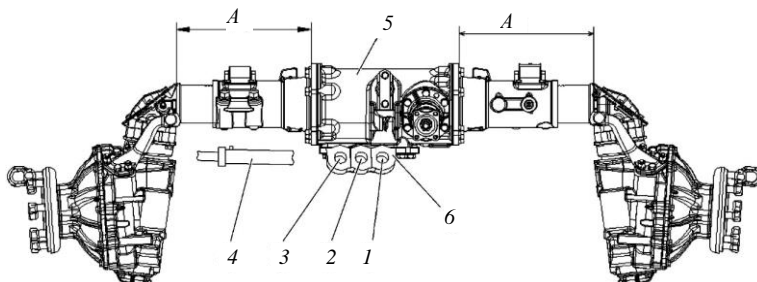

Рис. 6.14. Схема переднего моста трактора с коническими колесными редукторами: 1, 2, 3 – отверстия для крепления цилиндра; 4 – цилиндр; 5 – ПВМ; 6 – кронштейн
**Формирование колеи передних колес тракторов, оборудованных ПВМ с коническими колесными редукторами.** Колея тракторов, оборудованных ПВМ с коническими колесными редукторами и ГОРУ, изменяется ступенчато (рис. 6.14), в зависимости от величины выдвижения колесных редукторов (размер «А») и от отверстия крепления цилиндра ГОРУ (отверстия 1, 2, 3), и может иметь значения 1400, 1510, 1620 мм, а с перестановкой колес с борта на борт – 1740, 1850, 1960 мм.
- отсоединить цилиндр 4 от кронштейна 6 (см. рис. 6.14);
- установить и закрепить палец цилиндра 4 (см. рис. 6.14) в отверстии кронштейна 6 в соответствии с табл. 6.3 (для тракторов, оборудованных ГОРУ);
| Схема установки колес | Вылет диска х, мм | Колея трактора К, мм (шина 11.2-20) при креплении цилиндра ГОРУ в отверстиях 1, 2, 3 (см. рис. 6.14) |                               |                               |